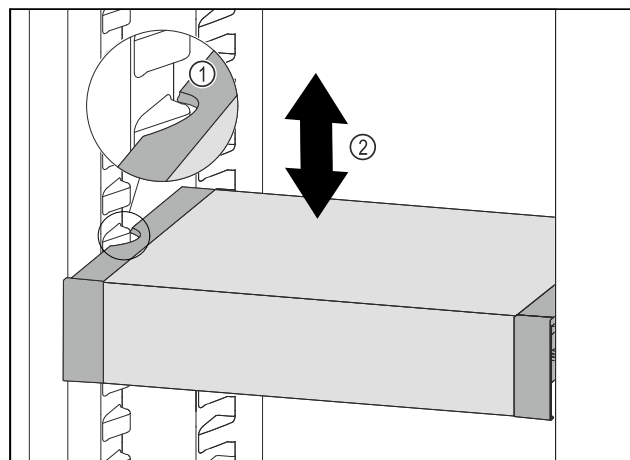

Fig. 79
- ▶ Тяните VarioSafe вперед, пока боковые выемки VarioSafe не окажутся на высоте выступа резервуара в холодильном отделении. Fig. 79 (1)
- ▶ Двигайте VarioSafe в холодильном отделении вверх или вниз, пока не будет достигнута требуемая высота. Fig. 79 (2)